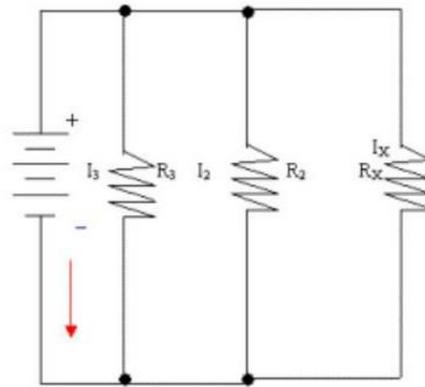

Figura 5. Segundo circuito a ser implementado en la práctica
5. Implemente ahora el montaje de la figura 5.